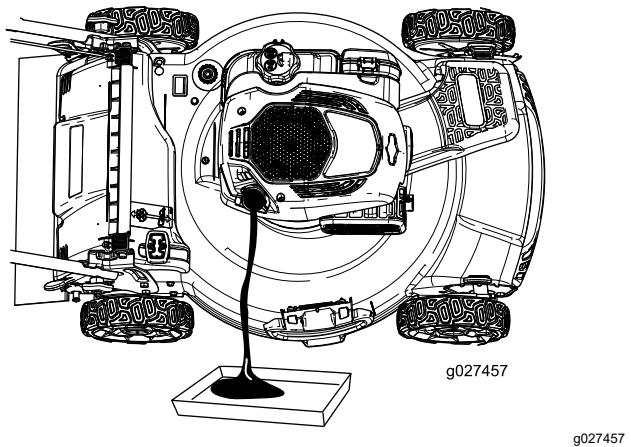

図 28
- エアフィルタが下になるように機体を横に傾けて、エンジンオイル補給口からエンジンオイルを抜く図 28。